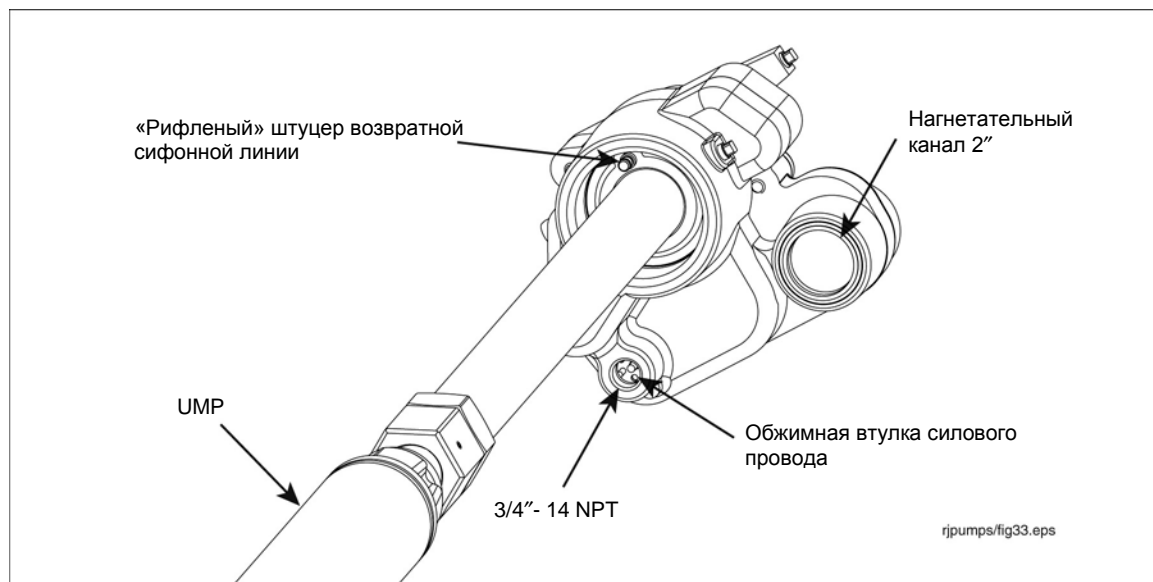

Рисунок 11. Местоположение на пакере штуцера возвратной линии
7. Присоедините и зажмите хомутом трубопровод возвратной линии сифона к «рифленому» штуцеру в основании пакера (см. рисунок 11).